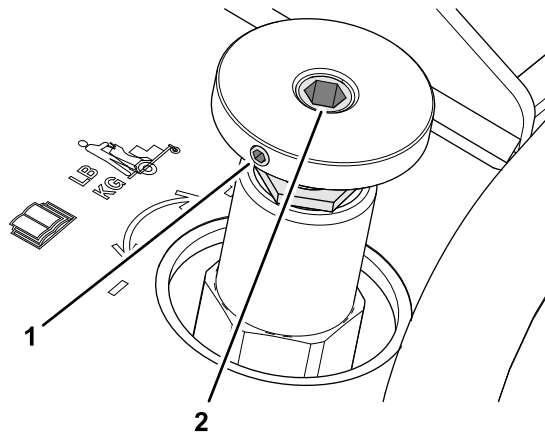

Figura 57
1. Afloje el tornillo de fijación del pomo de la válvula de control de peso; consulte Figura 57 en Ajuste de la válvula de control del peso del operador \(página 48\).
Nota: No tuerza el pomo mientras lo retira. Si necesita ayuda para mantener la posición del vástago de la válvula de control, utilice una llave hexagonal en el alojamiento hexagonal del vástago para mantener la alineación; consulte Figura 57 en Ajuste de la válvula de control del peso del operador \(página 48\).